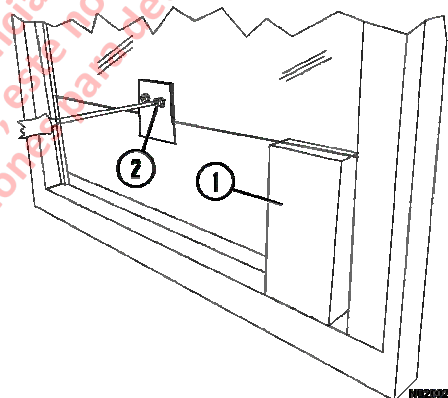

FIGURA 2-9.
8. Sujete el vidrio en el marco de la puerta con el bloque de soporte (1, Figura 2-9) como se muestra. Saque los pernos (2) que sujetan el adaptador para el riel del regulador de la ventana.
16. Baje el vidrio en el marco y apóyelo con un bloque de soporte como se muestra en la Figura 2-9.
22. Sosteniendo el vidrio de la ventana como se muestra en la Figura 2-9 (a pocas pulgadas desde la parte superior), instale los rodillos inferiores y superiores del regulador en sus rieles. Comience por alejar el panel de la puerta (con el regulador de la ventana) de la cabina lo suficiente para dejar que los rodillos entren en sus rieles. Con los rodillos en los rieles, deslice el panel hacia la cabina. Mueva el panel lo justo para permitir que el rodillo del regulador superior entre al riel en la parte inferior del vidrio.